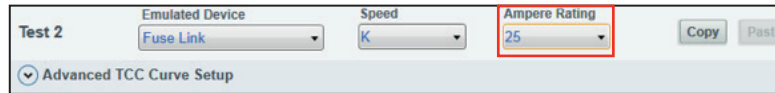

Figura 95. Menú desplegable de Capacidad de Amperes.
**Ampere Rating (Capacidad de Amperaje).** Seleccione el rango de amperaje del eslabón fusible de la lista. Para el eslabón fusible, la corriente mínima de disparo es alrededor del doble de la capacidad de amperes. Ver la Figura 95. **Nota:** Este campo no está activo a menos que un valor para la Velocidad del eslabón fusible haya sido seleccionado. Si usted cambia la selección para **Velocidad** en cualquier momento, todos los datos ingresados del menú desplegable de **Ampere Rating (Capacidad de Amperaje)** y el opcional de **Advanced TCC Curve Setup (Ajuste Avanzado de Curva TCC)** serán borrados.